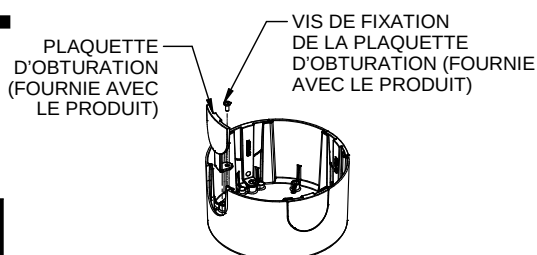

FIG 4.7A
4. Pour remplacer une plaquette d'obturation par un insert en U, dévisser la plaquette d'obturation de la rosace, poser l'insert profilé en U à sa place et l'attacher avec la même vis (FIG 4.7A & 4.7B).